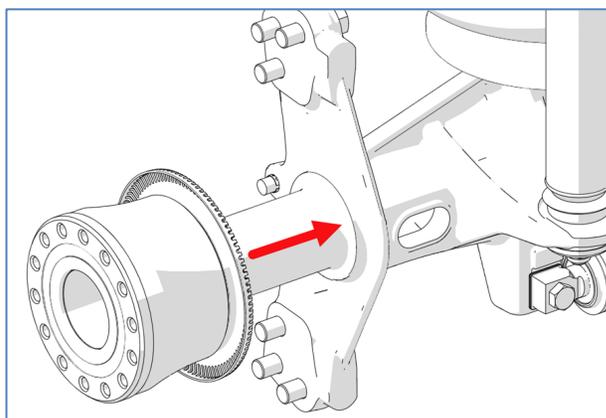

Figure 26: GLISSER LE ROULEMENT SUR LA FUSÉE
10. Assurez-vous qu'il n'y a pas de jeu entre le roulement et l'épaulement de la fusée (Figure 26).